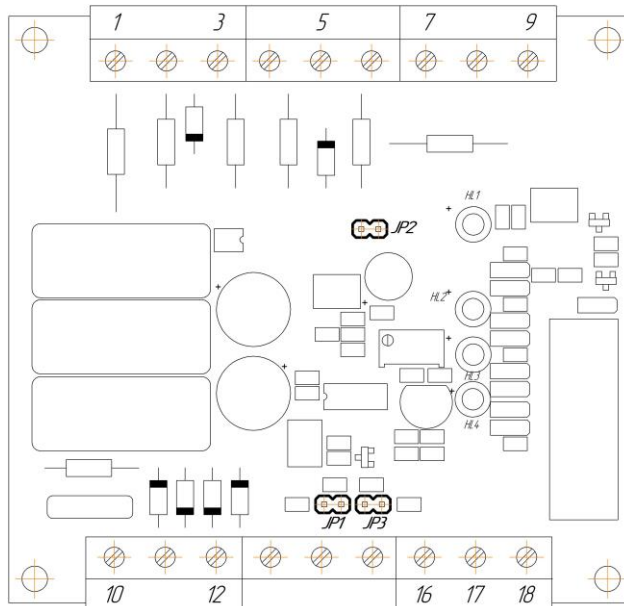

Рисунок 2.3 – Схема розташування перемичок увімкнення/вимкнення каналів контролю
2.4.1 У каналі наявності напруги за трьома фазами у разі обриву однієї з фаз відбувається відключення двигуна, що супроводжується засвічуванням світлодіода "Фаза" на передній панелі. Вузол можна вимкнути встановленням перемички JP2 на платі приладу (див. рис. 2.3, табл. 2.1).
2.4.2 У каналі цілісності ізоляції двигуна при спрацюванні захисту по пробою ізоляції на корпус двигуна на передній панелі приладу засвічується світлодіод "Ізоляція". Якщо канал "R" (клема 9, див. рис. 2.3) не підключений, то функцію контролю цілісності ізоляції двигуна вимкнено.
2.4.3 У каналі контролю температури обмоток двигуна вимірюється температура за допомогою трьох або шести послідовно включених терморезисторів з позитивним ТКС-позистором. Вибір кількості терморезисторів, що підключаються, здійснюється за допомогою перемички JP3 на платі приладу (див. рис. 2.3, табл. 2.3) – якщо перемичка встановлена, то контроль температури відбувається за допомогою трьох терморезисторів, що підключаються, якщо перемички немає, то контроль відбувається за допомогою шести терморезисторів.
Вузол контролю температури можна вимкнути, встановивши перемичку JP1 (див. рис. 2.3, табл. 2.2) на платі приладу.
Для перевірки каналу контролю температури підключіть до клем 10 і 12 імітатор термісторів згідно з додатком А. Дана схема імітує підключення трьох послідовних термісторів, тому перевірте наявність перемикачів JP3 на платі приладу (див. рис. 2.3).